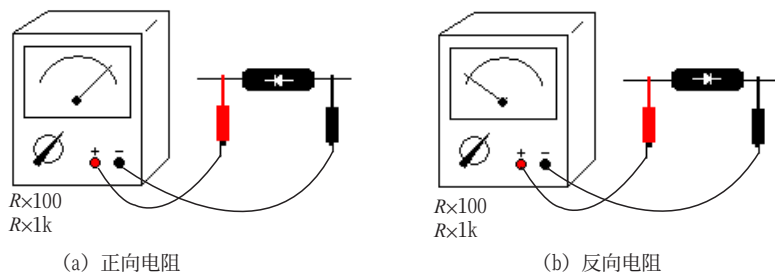
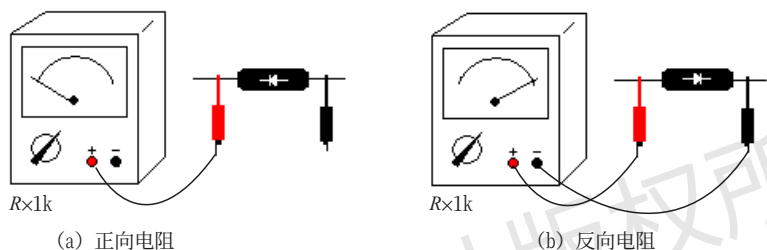

图1-4 判别二极管极性的方法一
图1-5 判别二极管极性的方法二
① 用万用表 $R \times 100$ 或 $R \times 1k$ 挡测量二极管的正、反向电阻，如图 1-4 所示。锗点接触型的 2AP 型二极管正向电阻在 $1k\Omega$ 左右，如图 1-4(a)所示；反向电阻应在 $100k\Omega$ 以上，如图 1-4 (b) 所示。硅面接触型的 2CP 型二极管正向电阻在 $5k\Omega$ 左右，反向电阻应在 $1000k\Omega$ 以上。总之，正向电阻越小越好，反向电阻越大越好。但若正向电阻太大或反向电阻太小，表明二极管的检波与整流效率不高。如图 1-5 所示，若正向电阻无穷大（表针不动），说明二极管内部断路；若反向电阻接近零，表明二极管已击穿。内部断开或击穿的二极管均不能使用。